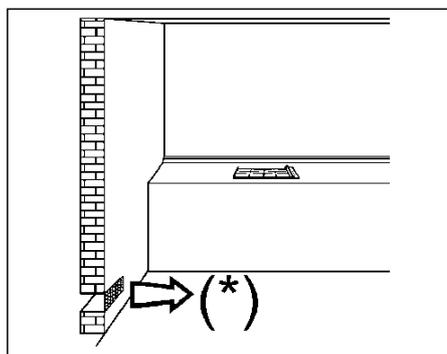
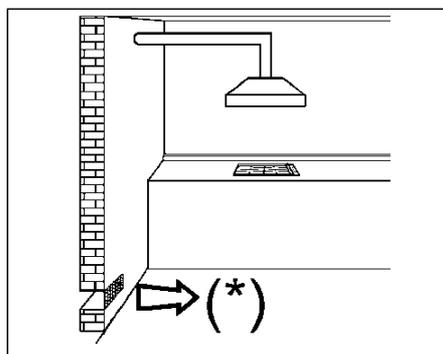
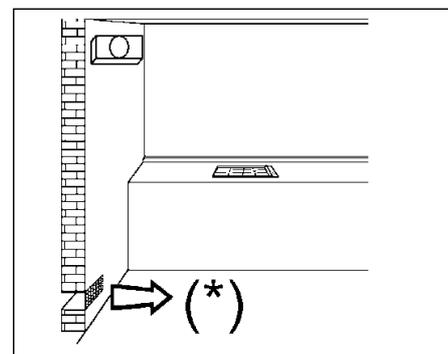

FIG. 3
FIG. 4
FIG. 5
- a utilização dum aparelho de cozinhar a gás produz calor e humidade no local onde está instalado, portanto, é necessário garantir uma boa ventilação do local, mantendo as aberturas da ventilação natural desobstruídas (fig. 3) e activando o dispositivo de ventilação mecânica (ver. fig. 4 e fig. 5).